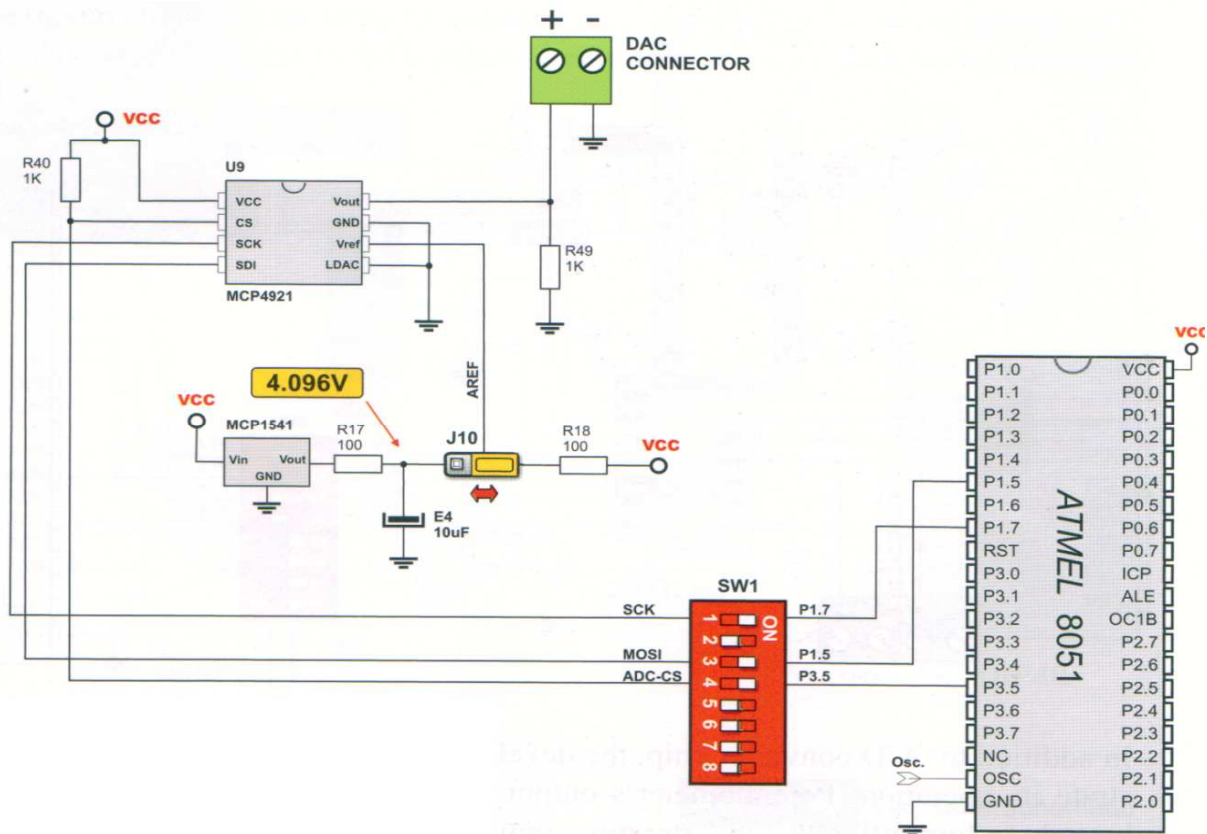

Рис. 1. Схема подключения ЦАП MCP4921 к микроконтроллеру на плате EASY8051B
3. Для преобразования цифрового сигнала в аналоговый Easy 8051B имеет на плате 12-битный ЦАП MCP4921, который подключен к микроконтроллеру с использованием SPI интерфейса (рис. 1). Изучите работу ЦАП и управление им в прил. 5.